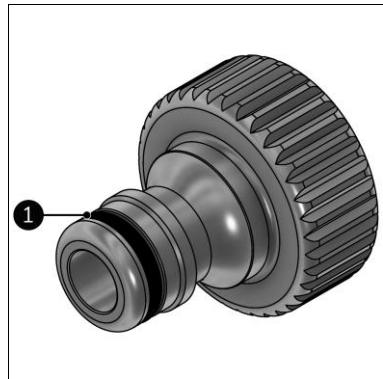

Figure 16
- Passez de la vaseline sur le joint torique du raccord du tuyau de jardin (figure 16, pos. 1).